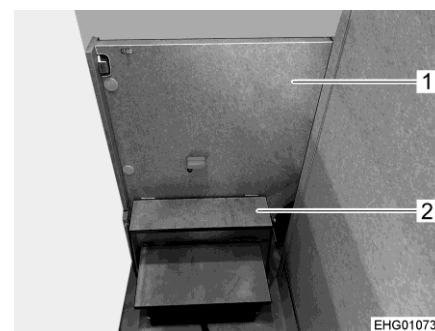

Bild 60 Aufstiegshilfe, aufgeklappt
- Trennwand (Bild 60,1) mit Aufstiegshilfe (Bild 60,2) aus Staufach herausziehen.
- Trennwand (Bild 60,1) mit Aufstiegshilfe (Bild 60,2) in Staufach hineinschieben.